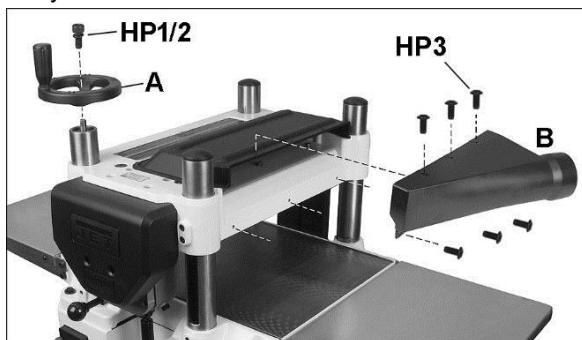

Рисунок 5-3: Маховик и вытяжной штуцер
Установите маховик (A) на вал, следя за тем, чтобы он был спозиционирован на лыске вала. Вставьте винт с внутр. шестигранником с контргайкой (HP1, HP2) и затяните. См. Рисунок 5-3.
Прикрепите вытяжной штуцер (B) к задней части корпуса головки с помощью шести винтов (HP3). См. Рисунок 5-3.